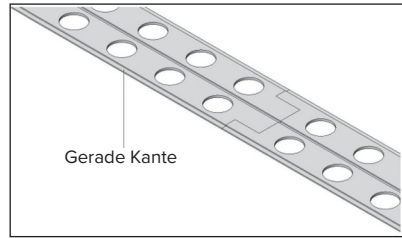

Bild 5: Bahnverbindung
4.5.1. Legen Sie die Bahn auf das Werkstück, von welchem Sie ein Bauteil abschneiden wollen. Wenn eine Länge über 1,8 m sichergestellt werden soll, verbinden Sie dann die zweite Schiene mit der ersten, wie im Bild 5 dargestellt.